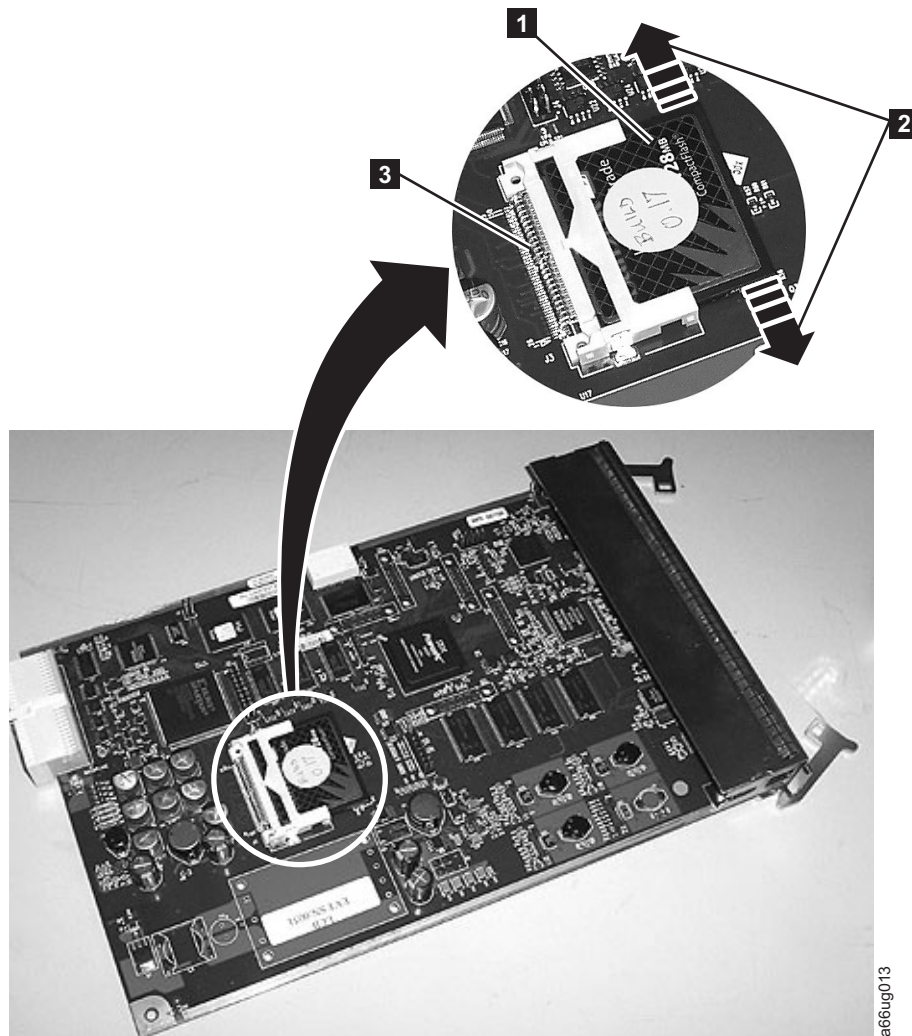

Figura 11-9. LCB con tarjeta Flash compacta
En la Figura 11-9, el área que se encuentra en el interior del círculo blanco muestra la ubicación de la tarjeta Flash compacta en la LCB. En la misma ilustración se muestra una vista detallada de la tarjeta Flash compacta (vea **1** en la Figura 11-9).
Consulte la Figura 11-9 en la página 11-14 para realizar este procedimiento.
2. Localice el componente de la tarjeta Flash compacta en la placa de la LCB (**1** de la Figura 11-9 en la página 11-14).
3. Sin tocar ningún otro componente de la placa de firmware de la LCB, sujete con cuidado la tarjeta Flash compacta y muévala suavemente con un ligero movimiento de lado a lado (**2** de la Figura 11-9 en la página 11-14) hasta que las patillas de la tarjeta Flash compacta se desconecten de las patillas de la placa de la LCB (**3** de la Figura 11-9 en la página 11-14). A continuación, deslice suavemente la tarjeta para extraerla de las ranuras de guía.
(En el área encerrada en el círculo blanco de la Figura 11-9 en la página 11-14 se encuentra la ubicación.)
2. Transfiera la tarjeta Flash compacta a la nueva LCB con la etiqueta hacia arriba, el código de barras hacia abajo y las patillas alineadas. Sin tocar ningún otro componente de la LCB, sujete suavemente la tarjeta Flash compacta e insértela en las ranuras de guía. Continúe presionando la tarjeta Flash compacta para insertarla en las ranuras de guía hasta que las patillas comiencen a conectarse. A continuación, apoye el pulgar contra el borde del conector (**3** de la Figura 11-9 en la página 11-14) y el índice contra el borde opuesto de la tarjeta Flash compacta, y de este modo apriete la tarjeta Flash compacta hasta que las patillas queden firmemente insertadas en el conector (**1** de la Figura 11-9 en la página 11-14).